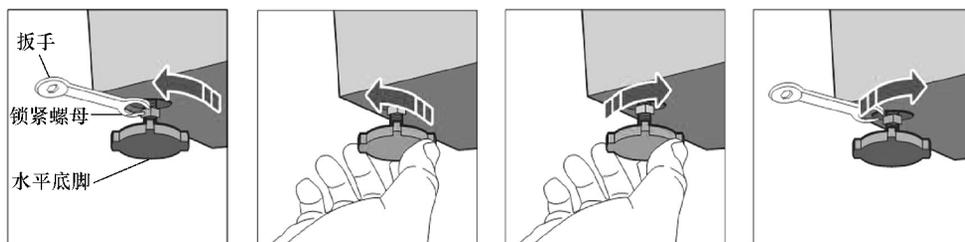

图 6-73 调整水平底脚步骤
**【附注】**当洗衣机放置在不平整的地面上时，需调整洗衣机水平底脚，其步骤：用扳手向左转动旋松锁紧螺母，并调整水平底脚直到所需的高度（向左旋转为调高底脚，向右旋转则为调低底脚），最后用扳手将锁紧螺母旋紧即可，如图 6-73 所示。